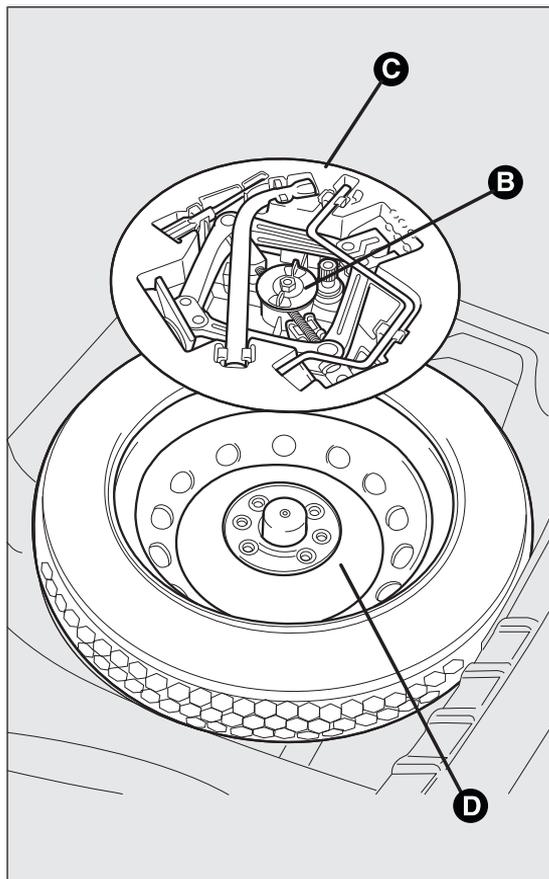

fig. 117
- ❑ dévisser le dispositif de blocage B fig. 117
- ❑ prendre la boîte à outils C fig. 117 et l'apporter à côté de la roue à remplacer ;
- ❑ prendre la roue compacte de secours D fig. 117 ;
- ranger la roue compacte de secours D fig. 117 dans le logement prévu à cet effet dans le coffre à bagages ;